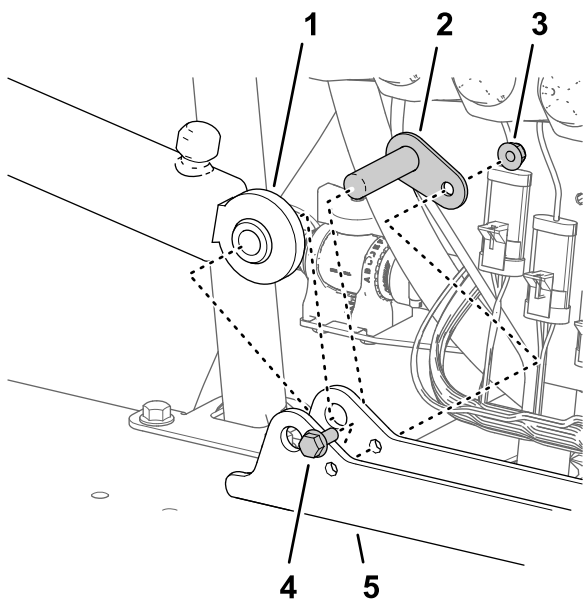

Bild 116
1. Fluchten Sie das starre Ende der Hubzylinder, das Sie in Schritt 3 in Entfernen der Hubzylinder (Seite 24) entfernt haben, mit dem 16 mm großen Loch in der Zylinderbefestigung aus (Bild 116).
2. Befestigen Sie den Zylinder mit dem Lagerbolzen, der Bundkopfschraube und Bundmutter an der Zylinderbefestigung (Bild 116).